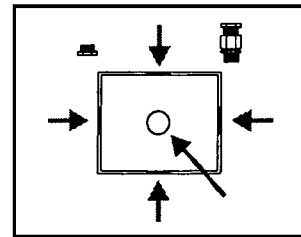

Abb. 1:
- ◆ Suitably rated single core cable to connect the switch (not supplied) to the trigger (T) terminal.
- ◆ A single gang metal wall box (min. depth 45mm), with knockouts suitably located, and integral earth stud (Refer Fig. 1 for knockout positions).
If using flexible cable, suitable glands incorporating cable clamps must be fitted to the knockouts in the Controller Box. (Refer to Fig. 1).
- 3 Öffnen Sie die Kabeleinzugslöcher im Plastik- bzw. Metallkasten durch Ausbrechen der vorgesehenen Sollbruchstellen (siehe Abb. 1).